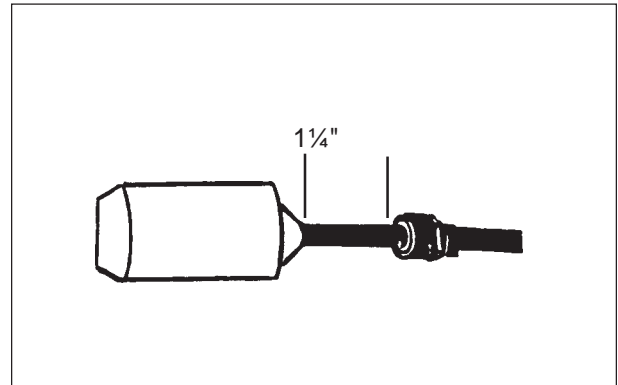

Figure 5
1. Installer et fixer le presse-étoupe sur le câble du flotteur (voir fig. 5)